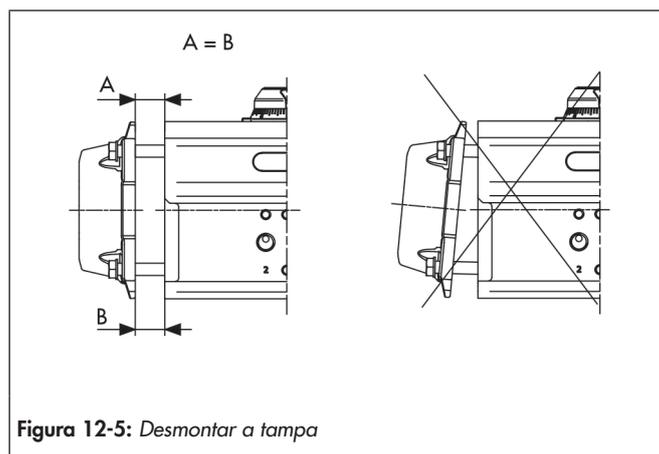
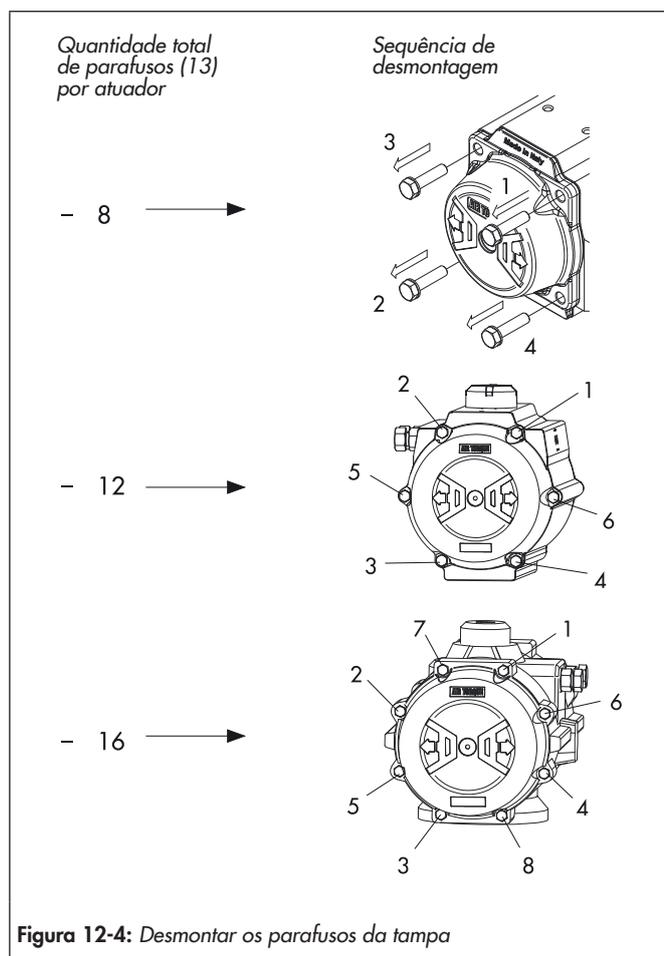

Figura 12-5: Desmontar a tampa
Figura 12-4: Desmontar os parafusos da tampa
(ver Figura 12-3, Figura 12-4 e Figura 12-5)
- ⇒ Desmontar os parafusos da tampa (13) de acordo com a sequência de desmontagem, ver Figura 12-4.
- ⇒ Para atuadores de ação simples, remover os conjuntos de molas (17).
- ⇒ Observar a sequência de desmontagem dos parafusos da tampa, ver Figura 12-4.
- ⇒ Na desmontagem da tampa manter uma distância constante ($A = B$) entre o corpo do atuador e a interface da tampa, ver Figura 12-5.
- ⇒ Libertar a compressão das molas. Ao fazê-lo, desapertar parcialmente cada parafuso da tampa (13) numa volta, de acordo com a sequência mostrada na Figura 12-4, pelo número de voltas especificado na Tabela 12-2.